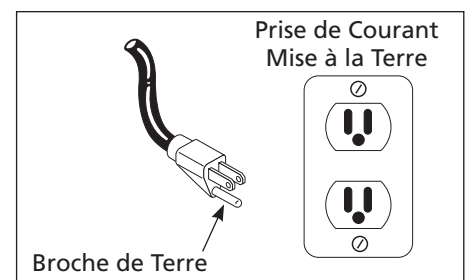

Figure 7 - Méthode de Mise à la Terre
3. Ce produit est conçu pour l'utilisation d'un circuit de 120 volts et a une fiche de mise à la terre comme celle indiquée sur la Figure 7. S'assurer que l'appareil est branché à une prise de courant qui a la même configuration que la fiche. Ce produit doit être mis à la terre. Dans l'événement d'un court-circuit, la mise à la terre diminue le risque de secousse électrique en fournissant un fil d'échappement pour le courant électrique. Ce produit est équipé avec un cordon qui a un fil de terre avec une fiche de terre. La fiche doit être branchée dans une prise de courant qui a été installée et mise à la terre correctement en respectant tous les codes et règlements locaux.